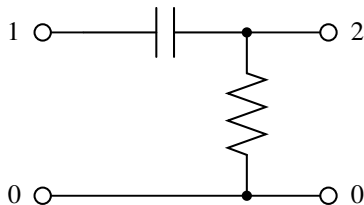
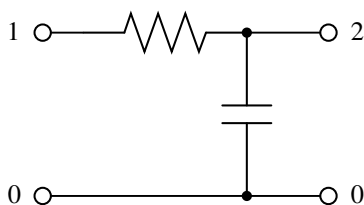
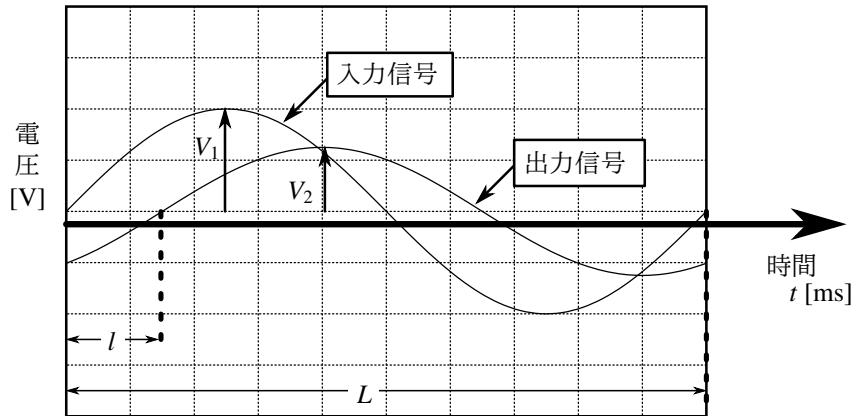

図 5-2 RC 微分回路
図 5-4 RC 積分回路
図 5-8 周波数応答の測定法
- ① 表 5-1 の抵抗、コンデンサを使用し、図 5-2 の RC 微分回路を配線する。
- ② 1-0 端子にファンクションジェネレータを接続する。波形モードは方形波に設定する。
- ③ 2-0 端子をオシロスコープの CH2 に、1-0 端子をオシロスコープの CH1 に接続する。
- ④ 1-0 端子の信号をオシロスコープで観測しながら、ファンクションジェネレータの出力信号を振幅 2[V] (オフセット+1[V])、周期 1[ms] に調整する。
- ⑤ 2-0 端子の出力信号と 1-0 端子の入力信号をオシロスコープで同時に観測して、方眼紙に波形を記録する。
- ⑥ 表 5-1 に従って各人毎に異なった素子値のコンデンサで回路を組み、波形の違いを観測して記録する。グラフは各人でそれぞれ作成すること (4 通りの波形を 1 枚の方眼紙に書くこと)。
- ① 表 5-1 の抵抗, コンデンサを使用し, 図 5-4 の RC 積分回路を配線する.
- ② 1-0 端子にファンクションジェネレータを接続する. 波形モードは方形波 に設定する.
- ③ 2-0 端子をオシロスコプの CH2 に, 1-0 端子をオシロスコプの CH1 に接続する.
- ④ 1-0 端子の信号をオシロスコプで観測しながら, ファンクションジェネレータの出力信号を振幅 2[V] (オフセット+1[V]), 周期 1[ms] に調整する.
- ⑤ 2-0 端子の出力信号と 1-0 端子の入力信号をオシロスコプで同時に観測して, 方眼紙に波形を記録する.
- ⑥ コンデンサの素子値を表 5-1 に従って各人毎に変えて回路を組み, 波形の違いを観測して記録する. グラフは各人でそれぞれ作成すること (4 通りの波形を 1 枚の方眼紙に書くこと).
- ① 抵抗  $10\text{k}\Omega$ 、コンデンサ  $1000\text{pF}$  を使用し、図 5-4 の RC 積分回路を配線する。
- ② 1-0 端子にファンクションジェネレータを接続する。波形モードは正弦波に設定する。
- ④ 1-0 端子の信号をオシロスコープで観測しながら、ファンクションジェネレータの出力信号を振幅  $2\text{V}$  (オフセット  $+1\text{V}$ ) に調整する。
- ⑤ 2-0 端子の出力信号と 1-0 端子の入力信号をオシロスコープで同時に観測し、位相と振幅を記録する。データは表に記入すると同時に片対数グラフにプロットすること。これを周波数を変えながら測定する。図 5-8 を参考に測定すること。
課題 4: 図 5-2 はハイパスフィルタ, 図 5-4 はローパスフィルタとも呼ばれる。これらの動作, 働きを説明せよ。また, どのような目的で使用されるか述べよ。